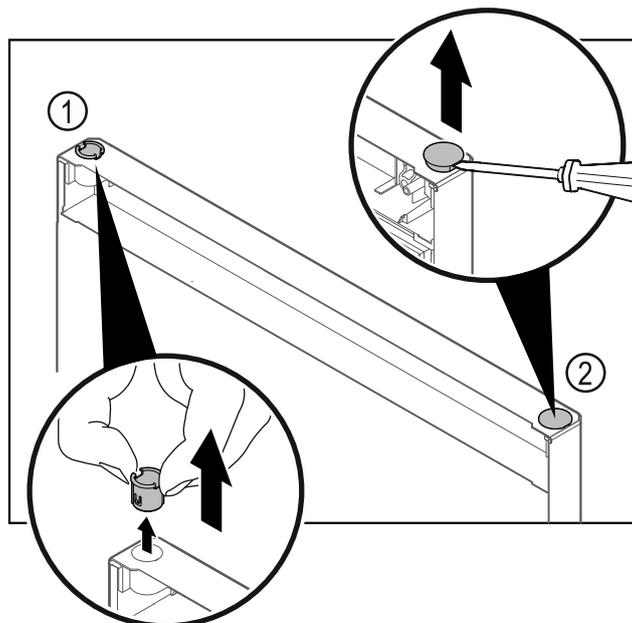

Fig. 21
- ▶ Vytiahnite puzdro závesu Fig. 21 (1) prstami.
- ▶ Plochým skrutkovačom opatrne nadvihnite kryciu zátku Fig. 21 (2) a vytiahnite ju.